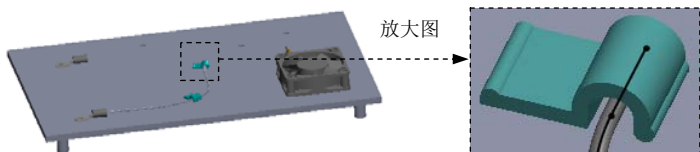
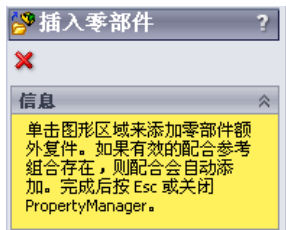

图 11.8.44 添加线夹 2
图 11.8.45 “插入零部件”对话框
Step2. 添加线夹 2。将线夹拖放到图 11.8.44 所示底板圆孔处，单击图 11.8.45 所示“插入零部件”对话框中的  按钮。